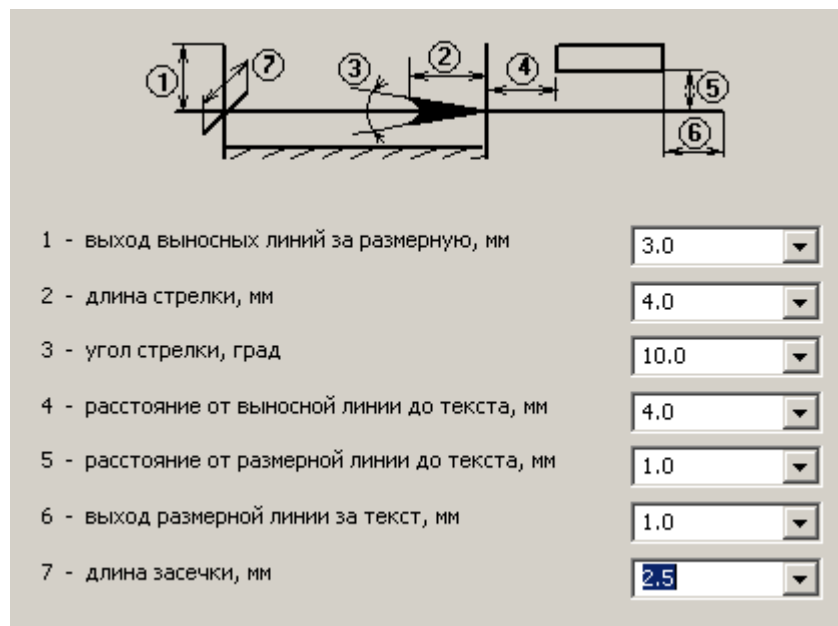

Рис. 2.8. Властивості розмірів поточного креслення
- встановити та зберегти властивості розмірів поточного креслення як на рис. 2.8.